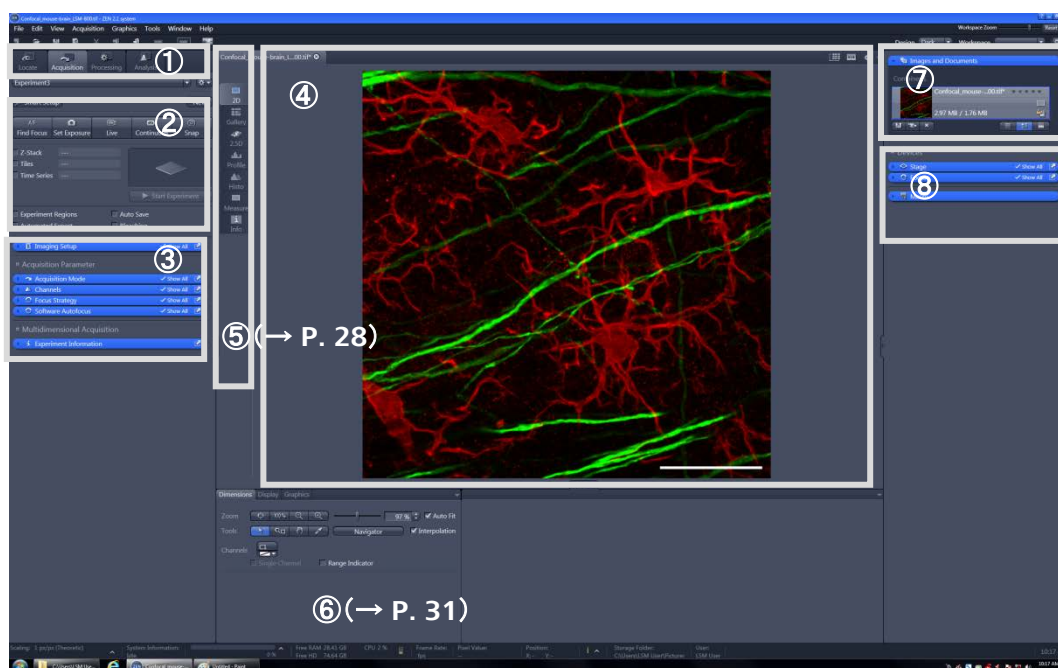

Fig.5 ソフトウェア起動後の ZEN メインアプリケーションウインドウ
センタースクリーンエリア (Fig.5 - ④,⑤,⑥)
④ 画像ウインドウ ⑤ ビュータブ ⑥ ビューコントローラ
右ツールエリア (Fig.5 - ⑦, ⑧)